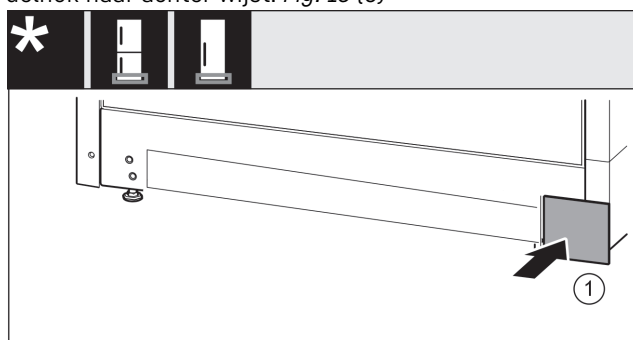

Fig. 17
- Afdekking aan de andere kant weer plaatsen. Fig. 17 (1)